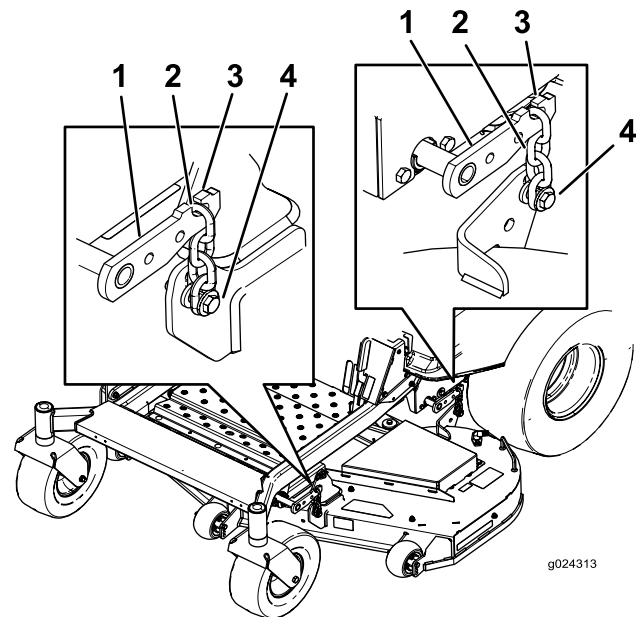

Figure 66
3. Détachez les chaînes des crochets sur les bras de levage du tablier (Figure 66).
6. Soulevez l'arrière du tablier de coupe et accrochez les chaînes aux bras de levage arrière (Figure 66).
7. Accrochez les chaînes avant aux bras de levage avant (Figure 66).